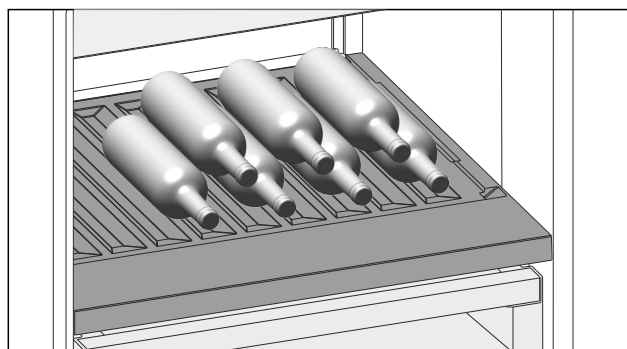

Fig. 163 Ilustrační zobrazení
- Láhve ukládejte dnem dozadu k zadní stěně. (viz Fig. 163)